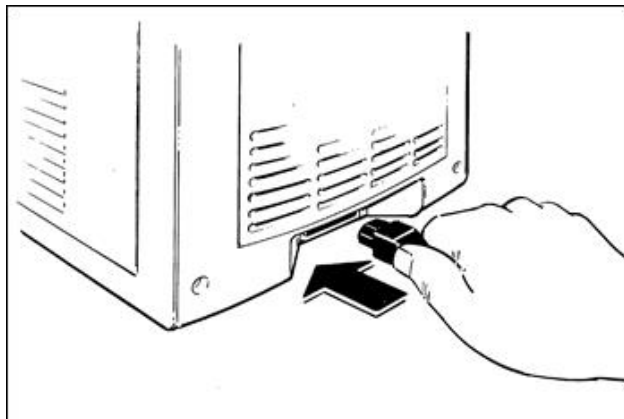

Fig. 23
- Inserire la spina femmina nella macchina (Fig. 23) e la spina maschio nella presa di alimentazione elettrica.